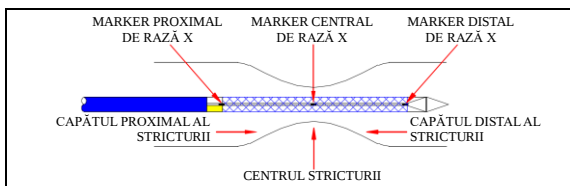

Figura 4
- Atunci când markerul central de raze X ajunge în centrul stricturii țintă, continuați să trageți înapoi conectorul în formă de până când stentul este complet instalat. (A se vedea Figura 4, 5)
- Atunci când markerul central de raze X ajunge în centrul stricturii țintă, continuați să înaintați către conector până când stentul este complet instalat. (A se vedea Figura 4, 6)